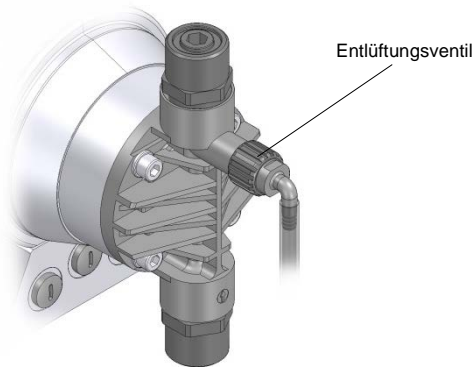

Abb. 08
4. Die Entlüftungsventile am Pumpenkopf der Dosierpumpen und Absperrventile in der Druckleitung öffnen (siehe Abb. 08).